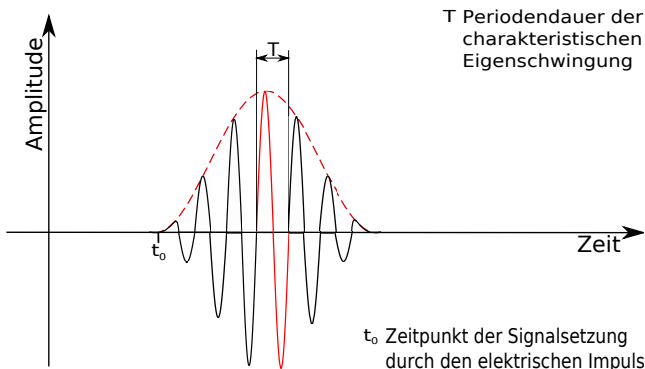
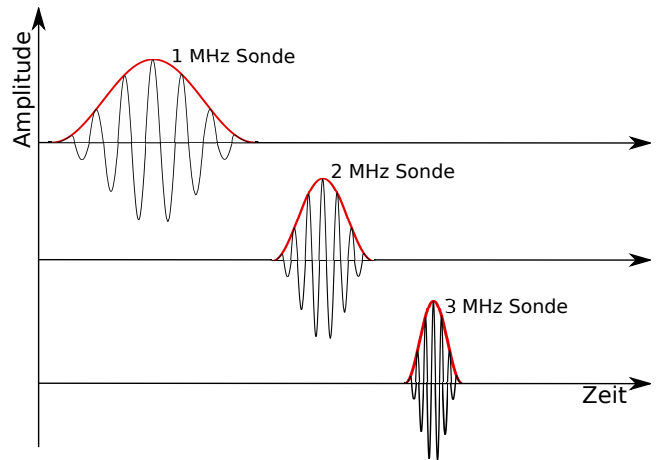

Abbildung 11: Charakteristischer Impuls eines Ultraschallwandlers.
Abbildung 12: Länge der Impulse verschiedener Sonden.
Der Wandler ist über ein Kabel mit dem Gerät verbunden. Dieses sendet einen kurzen elektrischen Impuls aus, der den Kondensator auflädt. Verglichen mit Beispiel 2 stellt der Schlag auf die Trommel sozusagen den elektrischen Impuls dar. Über den inversen piezoelektrischen Effekt wird dadurch nämlich der eingebaute Quarzkristall kurz zusammengedrückt und beginnt dann in seiner charakteristischen Eigenfrequenz zu schwingen. Die Eigenfrequenz hängt maßgeblich von der Form und Breite des Piezokristalls ab. Auf Grund der Dämpfung dauert diese Schwingung nur wenige Perioden an. Der Ultraschallwandler schwingt dabei wie in Abb. 11. Dieser mechanische Impuls des Ultraschallwandlers breitet sich nun über die Kopplung der einzelnen Atome im zu untersuchenden Material als Welle aus.
Die Form des charakteristischen Impulses eines Ultraschallwandlers wie in Abb. 11 dargestellt, hängt von mehreren Faktoren ab.
- Die Eigenfrequenz des Piezokristalls beeinflusst die Impulsform. Dabei gilt, je größer die Eigenfrequenz ist, desto kürzer ist die Periodendauer. Damit wird bei gleicher Schwingungsanzahl pro Impuls die Impulslänge mit steigender Frequenz immer kürzer (In Abb. 11 sehen Sie beispielsweise 6,5 Schwingungen pro Impuls). In Abb. 12 ist die Form des Impulses in Abhängigkeit von der Frequenz der Sonde dargestellt. Die rote Linie in Abb. 12 wird die *Einhüllende* des Ultraschallimpulses genannt. Sie beschreibt die grobe Form des Impulses, ohne die Schwingungen im Detail zu zeigen.